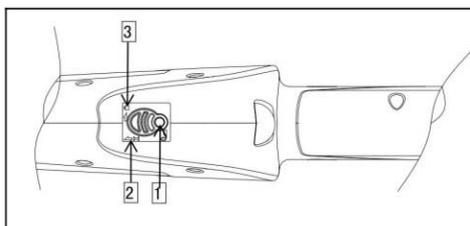

Fig. 5
8. Procédures pour l'interrupteur (Fig. 5)
9. Régulateur (Fig. 5)
Le régulateur, comme montré à la Fig. 5, peut être utilisé pour réguler la vitesse, de façon à faciliter le travail des opérateurs et améliorer simultanément la qualité du travail.